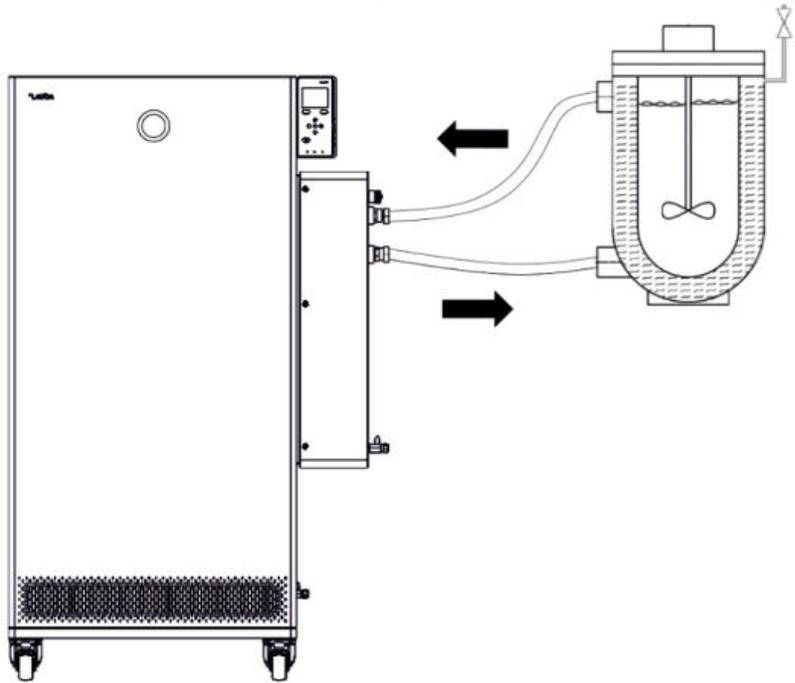

Abb. 12: Anschlusskizze mit Entlüftungsventil
- Ein Entlüftungsventil kann, je nach Bauart der Applikation, den Entlüftungsprozess deutlich vereinfachen. Das Entlüftungsventil muss an der höchsten Stelle des Kreislaufs angeordnet werden (Abb. 12).
Damit Gas-/Dampfblasen aus dem System abgeführt werden können und ein ungestörter Betrieb möglich wird, muss die externe Applikation gemäß Skizze (Abb. 12) angeschlossen werden. Der Vorlauf des Gerätes am Anschlussstutzen Druckseite ist mit dem unten liegenden Anschluss der Applikation zu verbinden. Die Rückleitung zum Anschlussstutzen Rücklauf ist mit dem oben liegenden Anschluss der Applikation zu verbinden. Die Applikation wird somit von unten nach oben durchströmt.